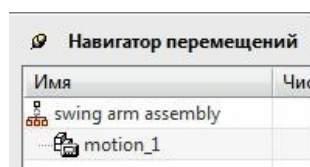

Рис.74
•Первоначальное состояние *навигатора перемещений* будет таким, как на рис.74.